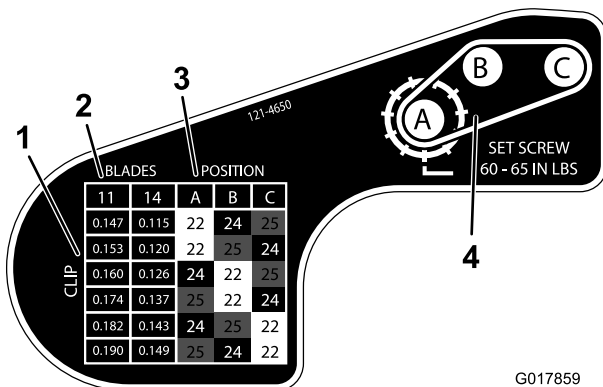

Bild 15
- Setzen Sie jede Riemenscheibe in die neue Konfiguration, wie auf dem Aufkleber angegeben (Bild 15). Stellen Sie sicher, dass die Stellschrauben an jeder Riemenscheibe mit dem Schlüssel und dem flachen Bereich an der Welle ausgefluchtet sind.
- Lesen Sie die gewünschte Schnitthöhe und welche Riemenscheiben versetzt werden müssen in der Tabelle ab, die auf dem Aufkleber in Bild 15 dargestellt ist.